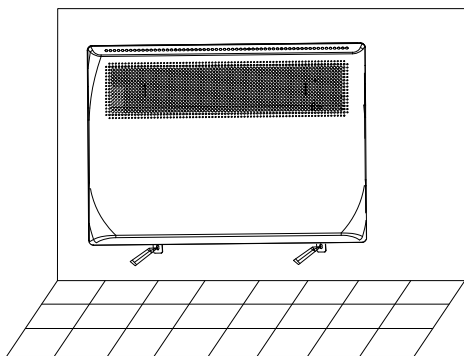

Рис. 7
6. Разместите конвектор на кронштейнах. Поставьте разметку на стене через отверстия крепежей (см. п. 5), после чего снимите прибор с кронштейнов. Просверлите отверстия (диаметр сверла 6 мм), вставьте дюбели (не входят в комплект поставки (рис. 7)).